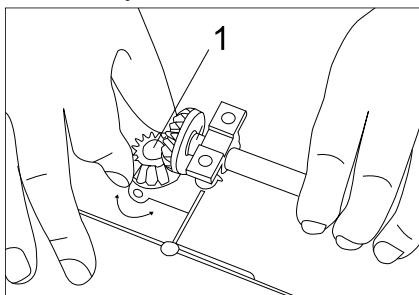

Рис.9
2. Посуньте штангу щоб розчепити два конічних зубчасті колеса, посуньте зубчасте колесо 1 вниз. Поворот проти годинникової стрілки на один зуб дає збільшення товщини на 0,1 мм. (Рис.9)